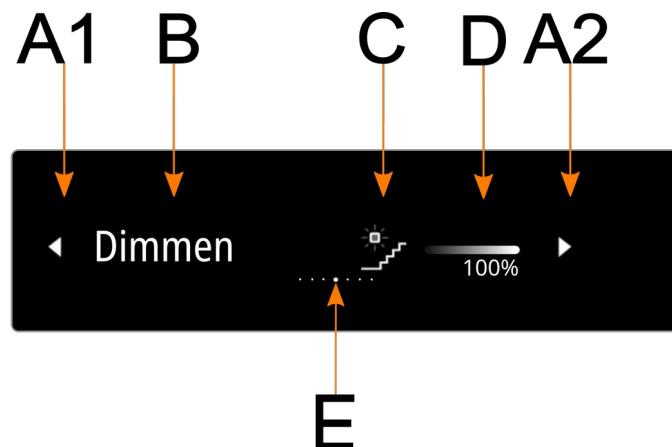
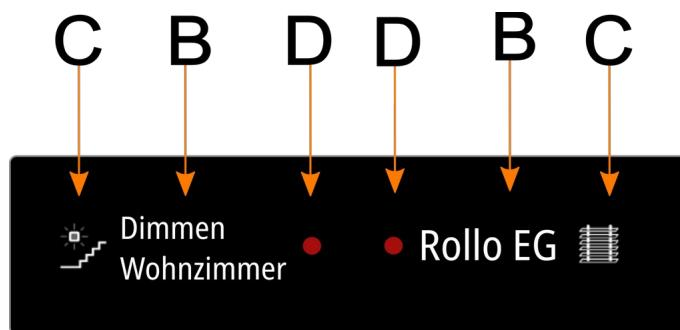

Abbildung 9: Wippendarstellung im Wippendisplay Standard beim Dimmen
Abbildung 12: Einzeltastendarstellung
Die Wippen-Displays visualisieren abhängig von der Verwendung der Tastenbedienung als Einzeltaste oder Wippentaste die (Kanal-) Funktion. Die Darstellung der Wippe kann zentriert oder links-rechtsbündig erfolgen. Letzteres ist der Standardfall und ist in Abbildung 9 dargestellt. Dabei ist der grundsätzliche Aufbau im Wippenmodus entsprechend der Abbildung 9 wie folgt:
Die Darstellung als Einzeltaster ist wie folgt in Abbildung 12 dargestellt:
der Einzeltasterbetriebsart Abbildung 12 auftreten. D.h. die Beschriftung kann in die andere Hälfte der Wippe „reinragen“, d.h. ggf. dort die Beschriftung überdecken. Eine Kontrolle, dass diese Überschneidung nicht passiert, ist dem Anwender überlassen. Dadurch, dass es dann möglich ist, dass die Beschriftung links oder rechts in die jeweilig andere Seite ragt, ergeben sich mehr Gestaltungsmöglichkeiten bei der Wippenbeschriftung für den Anwender.
Infoanzeigen sind Wert- oder Textanzeigen mit Symbolen, die aus maximal fünf Teilanzeigen bestehen. Die Anzeigen der (Kanal-) Funktionen können teilweise überschrieben werden, um Infoanzeigen einzublenden. In diesem Fall bleibt die eigentliche Wippen oder Einzeltastenbedienung erhalten. Bei Wippenbedienung sind die Bedienicons (A1/A2), weiterhin sichtbar, bei Einzeltasten die Rückmeldeicons (C) (vgl. Abbildung 9-Abbildung 12). In der Applikation kann parametriert werden, ob die eigentliche Beschriftung B,C,D (bzw. B, D bei Einzeltasten) bei Annäherung wieder sichtbar wird. Dazu wird der integrierte Radarsensor als Auslöser parametriert.